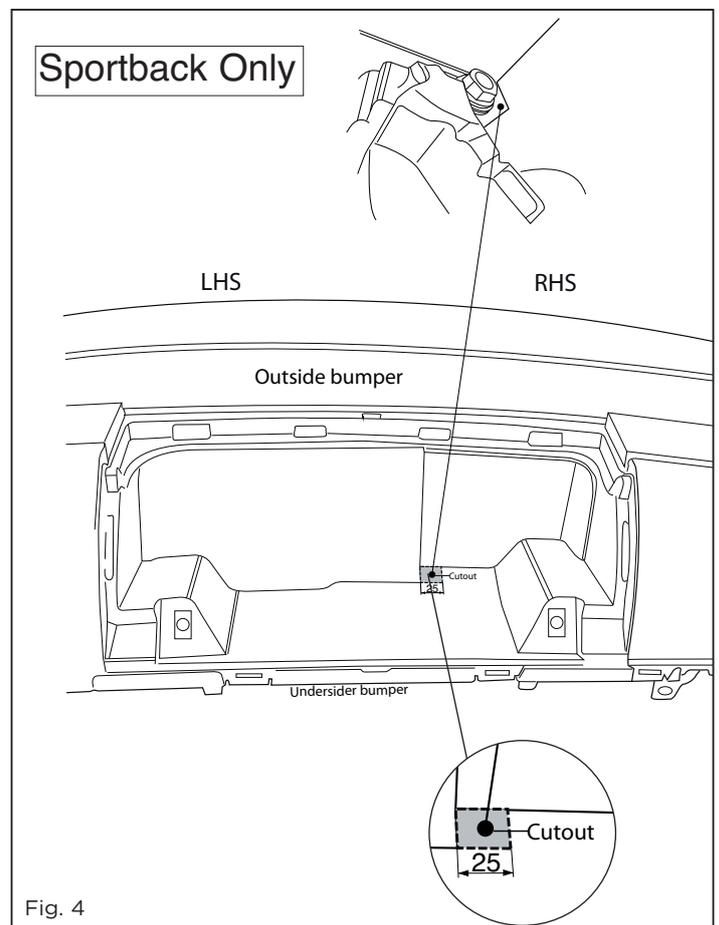

Fig. 4
3. **For Sportback versions:** Saw out the indicated section in accordance with figure 4.
3. Für Sportback-Fahrzeuge gilt: Siehe Abbildung 4 das angegebene Teil herauserschneiden.
3. **Pour les modèles de Sportback:** .Scier la partie indiquée conformément à la figure 4.